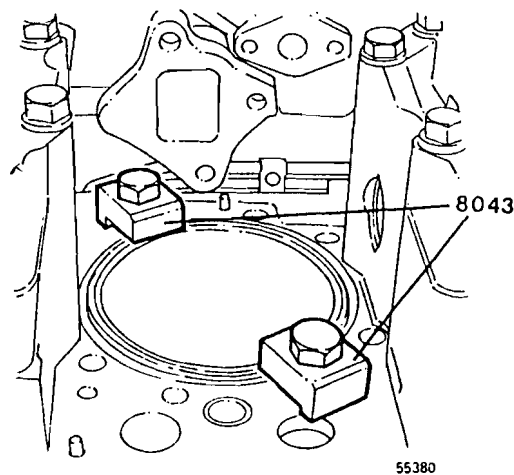

Fig. 108a
- 35 Montar las dos herramientas 8043 para sujetar la camisa a su alojamiento dentro del bloque, véase fig. 108a.